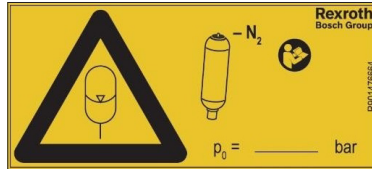

Abb. 9: Beispiel für Warnschild
- ▶ Vermerken Sie den eingestellten Gasfülldruck P0 auf dem Warnschild, siehe Abb. 9, und/oder dem Typschild im vorgesehenen Feld, siehe Abb. 3.